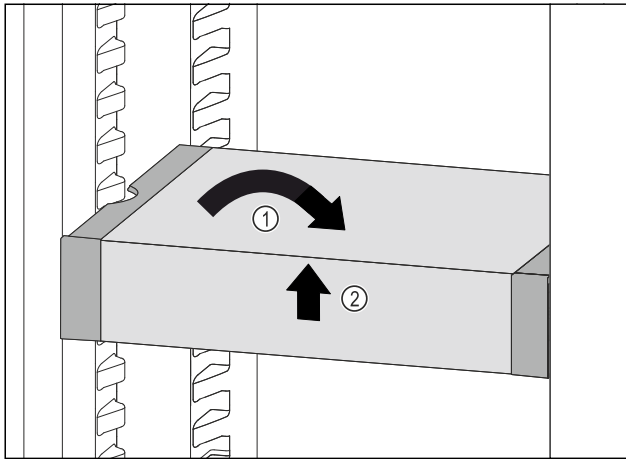

Fig. 102
- ▶ Coloque el VarioSafe en posición recta. Fig. 102 (1)
- ▶ Levante el VarioSafe por delante. Fig. 102 (2)